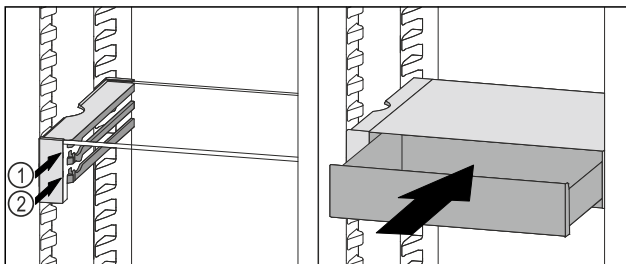

Fig. 132
- Posizionare il cassetto VarioSafe dietro i tappi sulla nervatura desiderata Fig. 132 (1) o Fig. 132 (2).